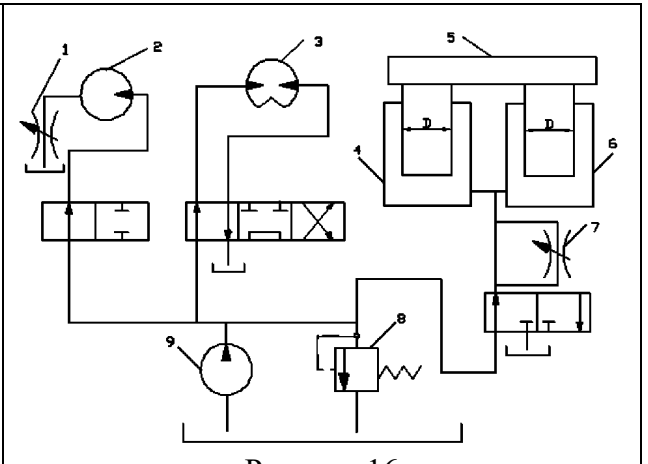

Рисунок 16
16. Плунжер диаметром  $D = 200$  мм в каждом гидроцилиндре 4 и 6 (рис. 16) уплотняется посадкой. Определить расход масла через гидродроссель 7 при опускании груза 5 со скоростью  $v = 3,18$  дь/мин с учетом объемного КПД каждого гидроцилиндра  $\eta_{об} = 0,99$ .